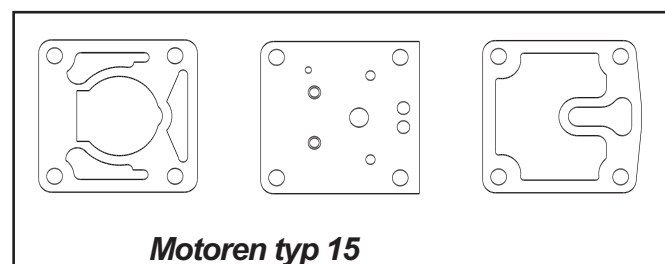

Abb.12
- Die Störung kann auf defekten Ventilen oder Dichtungen (Abb.12) beruhen, das beschädigte Teil sofort auswechseln.